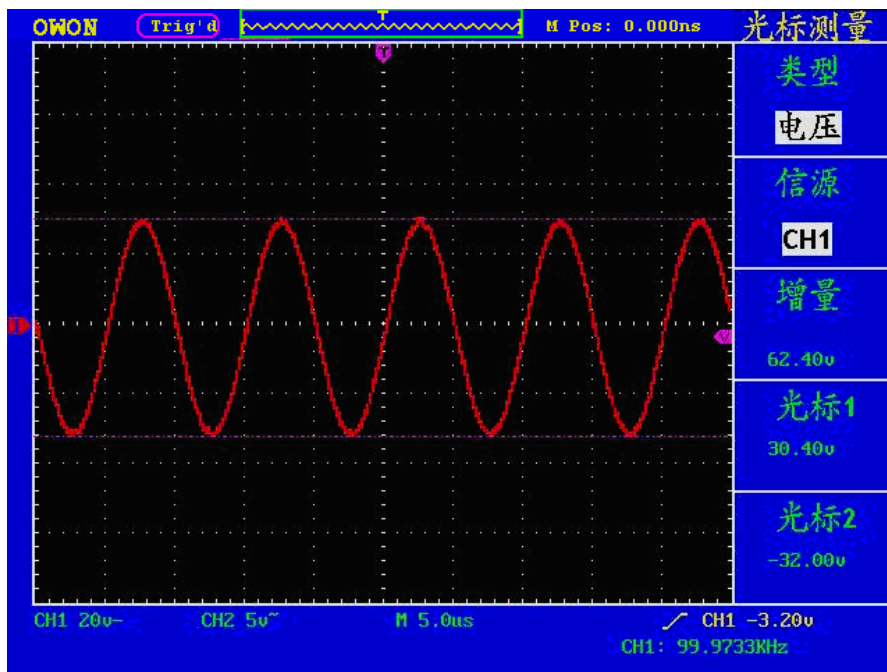

图5-46：电压光标测量波形
- 4、根据被测波形调整光标1、光标2的位置，增量窗口显示光标1和光标2电压幅度差值的绝对值。光标1窗口显示光标1当前的位置，光标2窗口显示光标2当前的位置。见图5-46：